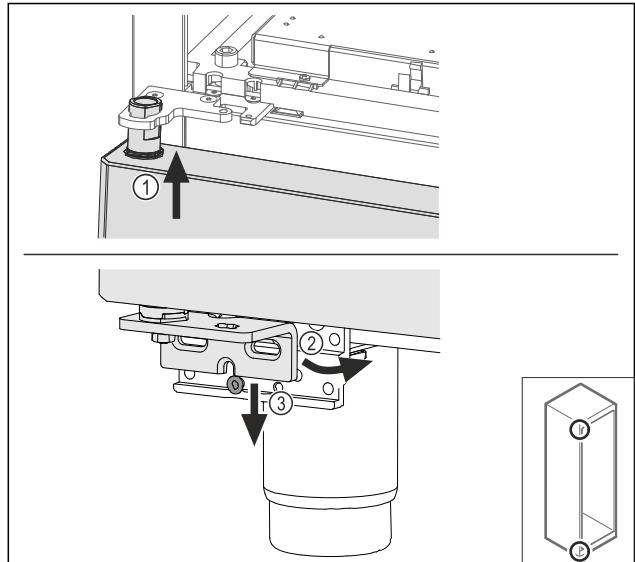

Fig. 64
- ▶ 使门稍微倾斜，并从顶部穿入 Fig. 64 (1)，摆正门 Fig. 64 (2) 并将底部安放在托架螺栓 Fig. 64 (3) 上。